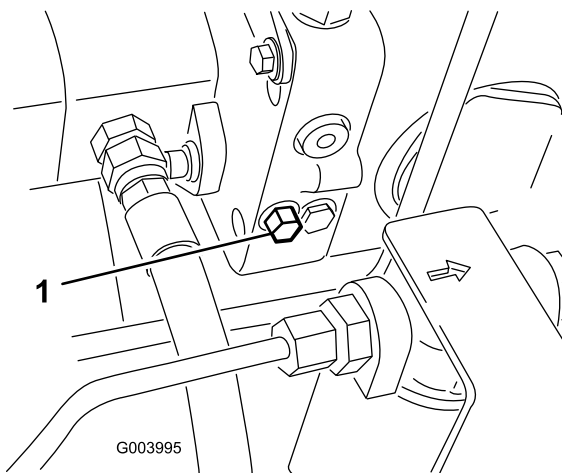

Bild 55
1. Drehen Sie die Schraube des Sicherheitsventils um eine 1-1/2 Umdrehungen, um das Ventil zu öffnen und Öl intern abzulenken (Bild 55).